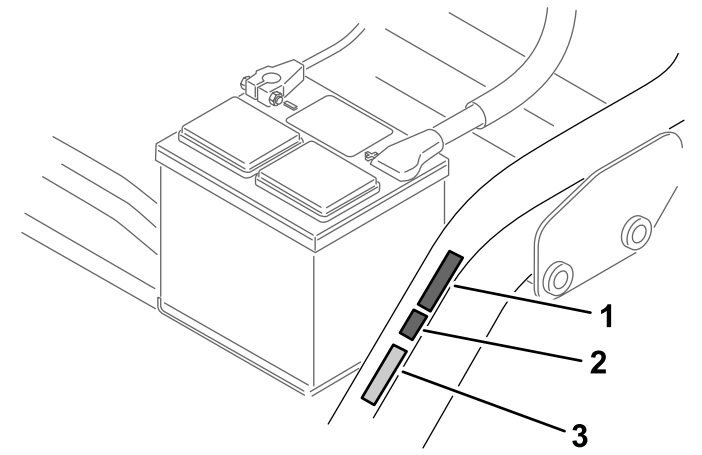

图16
- 将 CE 标贴粘贴在序列号牌旁边图16。
- 将 CE 生产年份标贴粘贴在 CE 标贴旁边图16。